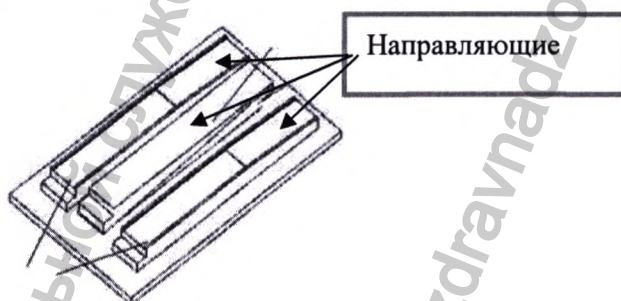

Рисунок 2
| Рисунок 2..... | 8 |
- Возьмите щит с направляющими, как показано на следующем Рисунок 2 и поместите его перед поддоном со штативом передвижным С-дуга по направлению движения штатива.